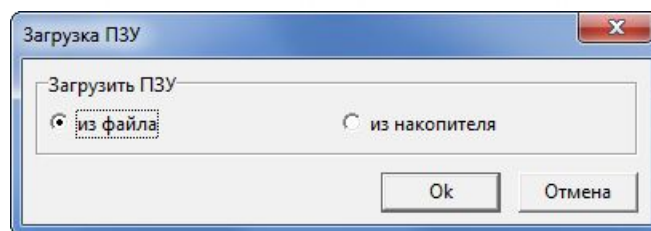

Рис. 8.8.
- ◆ После нажатия на кнопку подтверждения будет выведен диалог, в котором предлагается считать образ ПЗУ из накопителя или загрузить его из файла (Рис. 8.8). Для удобства рекомендуется заранее считать ПЗУ из накопителя. Далее на накопитель будет автоматически подано питание и выполнена попытка инициализации утилиты. Если накопитель выйдет в готовность и отдаст паспорт, то головка исправна. В противном случае пометьте ее для себя как неисправную.